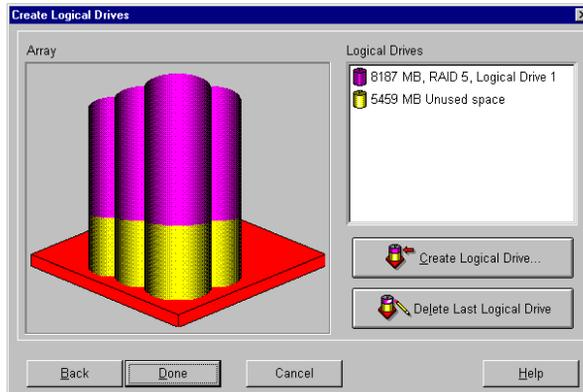

Figura 7-20: Asistente para la expansión: pantalla Create Logical Drives
- Haga clic en **Next** (Siguiente) en la parte inferior de la pantalla. Aparecerá la pantalla que se muestra en la Figura 7-20.